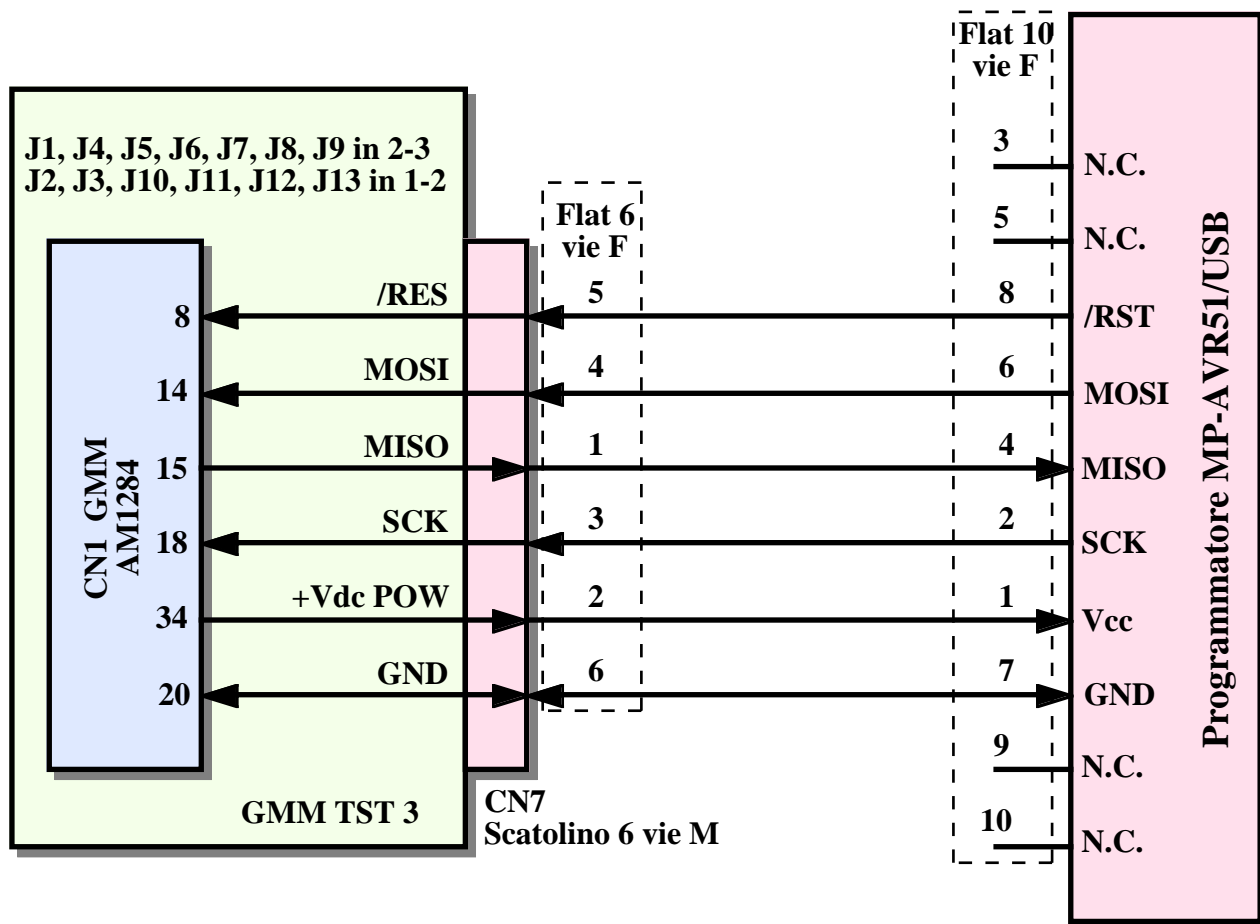

FIGURA D11: COLLEGAMENTO MP-AVR51/USB
- d) Collegare l'**MP-AVR51/USB** all'interfaccia ISP della **GMM AM1284**, provvedendo a collegare i 6 segnali della stessa, come da seguente figura D11. Qualora l'utente disponga della **GMM TST 3** il collegamento avverrà sul connettore CN7, interponendo un opportuno smista fili, che adatti i due connettori provvisti di un diverso pin out. Inoltre dovrà opportunamente configurare i jumpers della **GMM TST 3** come riportato nella figura seguente.
- e) Come illustrato nella figura D11 l'interfaccia ISP usa 4 segnali del Mini Modulo e la sua alimentazione. Per questo, durante l'uso dell'**MP-AVR51/USB** i segnali collegati ai pin 8, 14, 15, 18 dello zoccolo, non possono essere usati dall'utente.